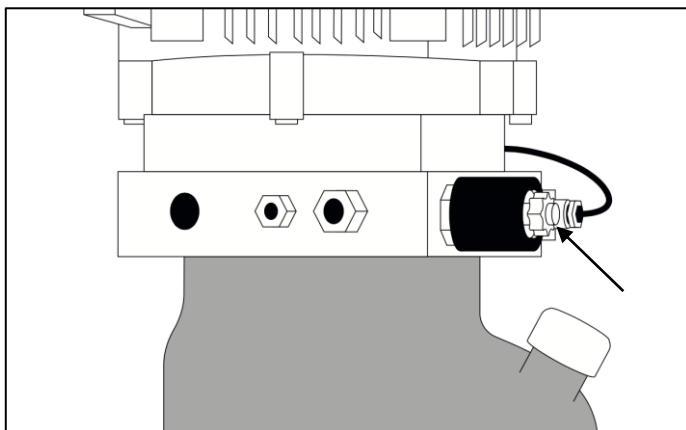

Fig. 26 - Manuel nødsænkning af liften
6.4 Årlig vedligeholdelse (visuel oversigt fig. 26)